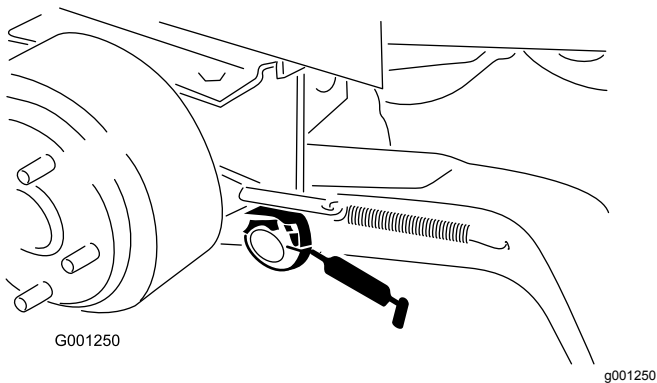

Figura 35
- Boccole girevoli del braccio di sollevamento (Figura 35)